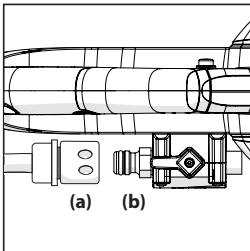

Abb. 6a &amp; b
- Schieben Sie das Schlauchverbindungsstück (Abb. 6a) auf den Schlauchadapter des Wasserventils (Abb. 6b). Indem es mit einem Klick einrastet, ist das Schlauchverbindungsstück gesichert.